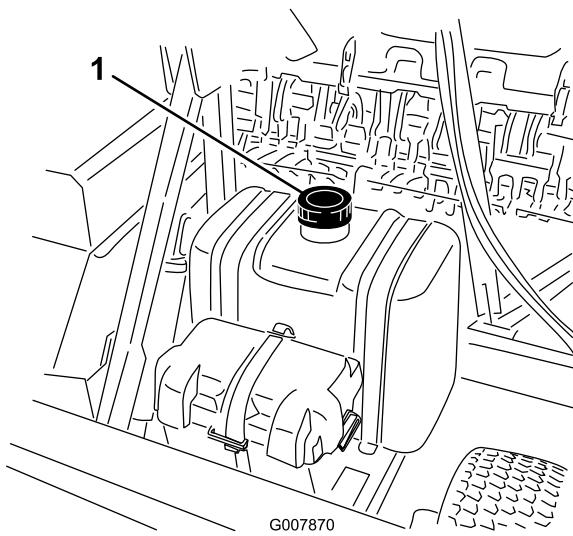

Figure 28
2. Nettoyez la surface autour de chaque bouchon de réservoir de carburant (Figure 28) et enlevez le bouchon.